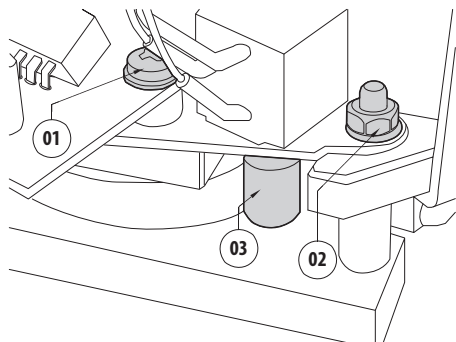
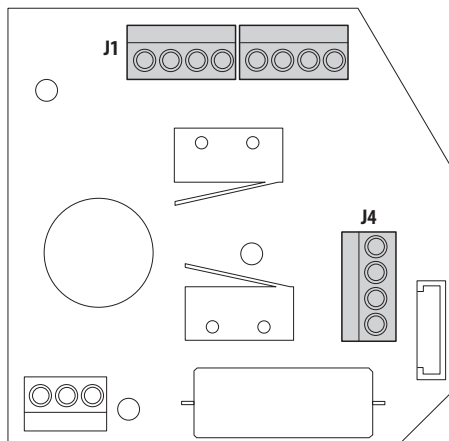

Fig. 3
Fig. 4
4. Allentare la vite di fissaggio (01) ed il dado (02) della barra porta potenziometro del movimento orizzontale (Fig. 3, pagina 6).
5. Disimpegnare il pignone (03) dalla ruota dentata.
6. Collegare un ohmetro tra i contatti Vcc e Pan del morsetto J4 (Fig. 4, pagina 6). Ruotare l'alberino del potenziometro fino a misurare un valore di  $1875\Omega$  circa.
7. Riposizionare il potenziometro con il pignone (03).
8. Serrare la vite di fissaggio (01) ed il dado (02) (Fig. 3, pagina 6).
9. Ripetere la stessa operazione con il movimento verticale misurando il valore ohmico tra i contatti Vcc e Tilt del morsetto J4 (Fig. 4, pagina 6).
Identificare sulla scheda connettori il morsetto per il collegamento del brandeggio alle unità di comando (J1) (Fig. 4, pagina 6).
Identificare sulla scheda connettori il morsetto per il collegamento dei potenziometri (J4) (Fig. 4, pagina 6).